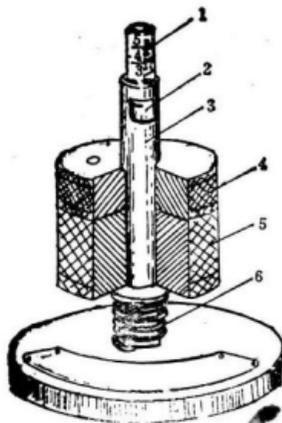

图1-26 弹簧弹力试验器
(13)(图1-26)检查膜片弹簧弹力,将弹簧6套在杆1上,再套上套筒3,从开口2上的刻线可和杆1上的刻度表示出自由长度;加上载荷4和5,可从刻线上表示出在规定载荷下的长度。所测得数值和标准数值相差不得超过 ± 2 毫米。